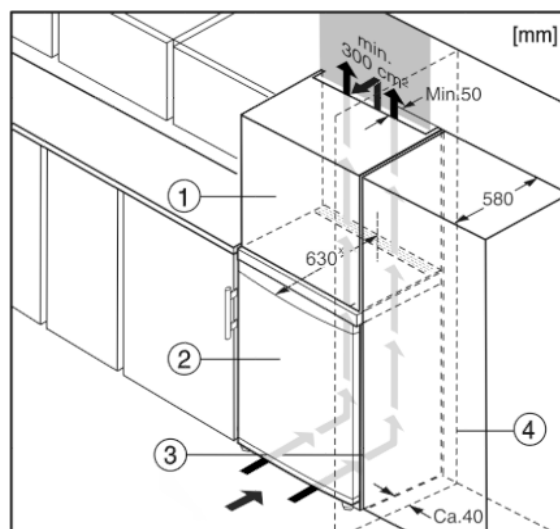

Fig. 5
- (1) Opbouwkast
- (2) Apparaat
- (3) Keukenkast
- (4) Wand
Het apparaat kan in keukenkasten worden ingebouwd. Om het apparaat Fig. 5 (2) aan de hoogte van het keukenblok aan te passen, kan boven het apparaat een opzetkast Fig. 5 (1) worden aangebracht.
Bij een ombouw met keukenkasten (diepte max. 580 mm) kan het apparaat direct naast de keukenkast Fig. 5 (3) worden geplaatst. Het apparaat steekt aan de zijkant 34 mm* en in het midden 50 mm* uit ten opzichte van het keukenkastfront.
Plaast u het apparaat met de scharnierkant naast een muur Fig. 5 (4), dan moet de afstand tussen apparaat en muur minstens 40 mm bedragen. Dit in verband met het uitsteken van de deurgreep bij een geopende deur.